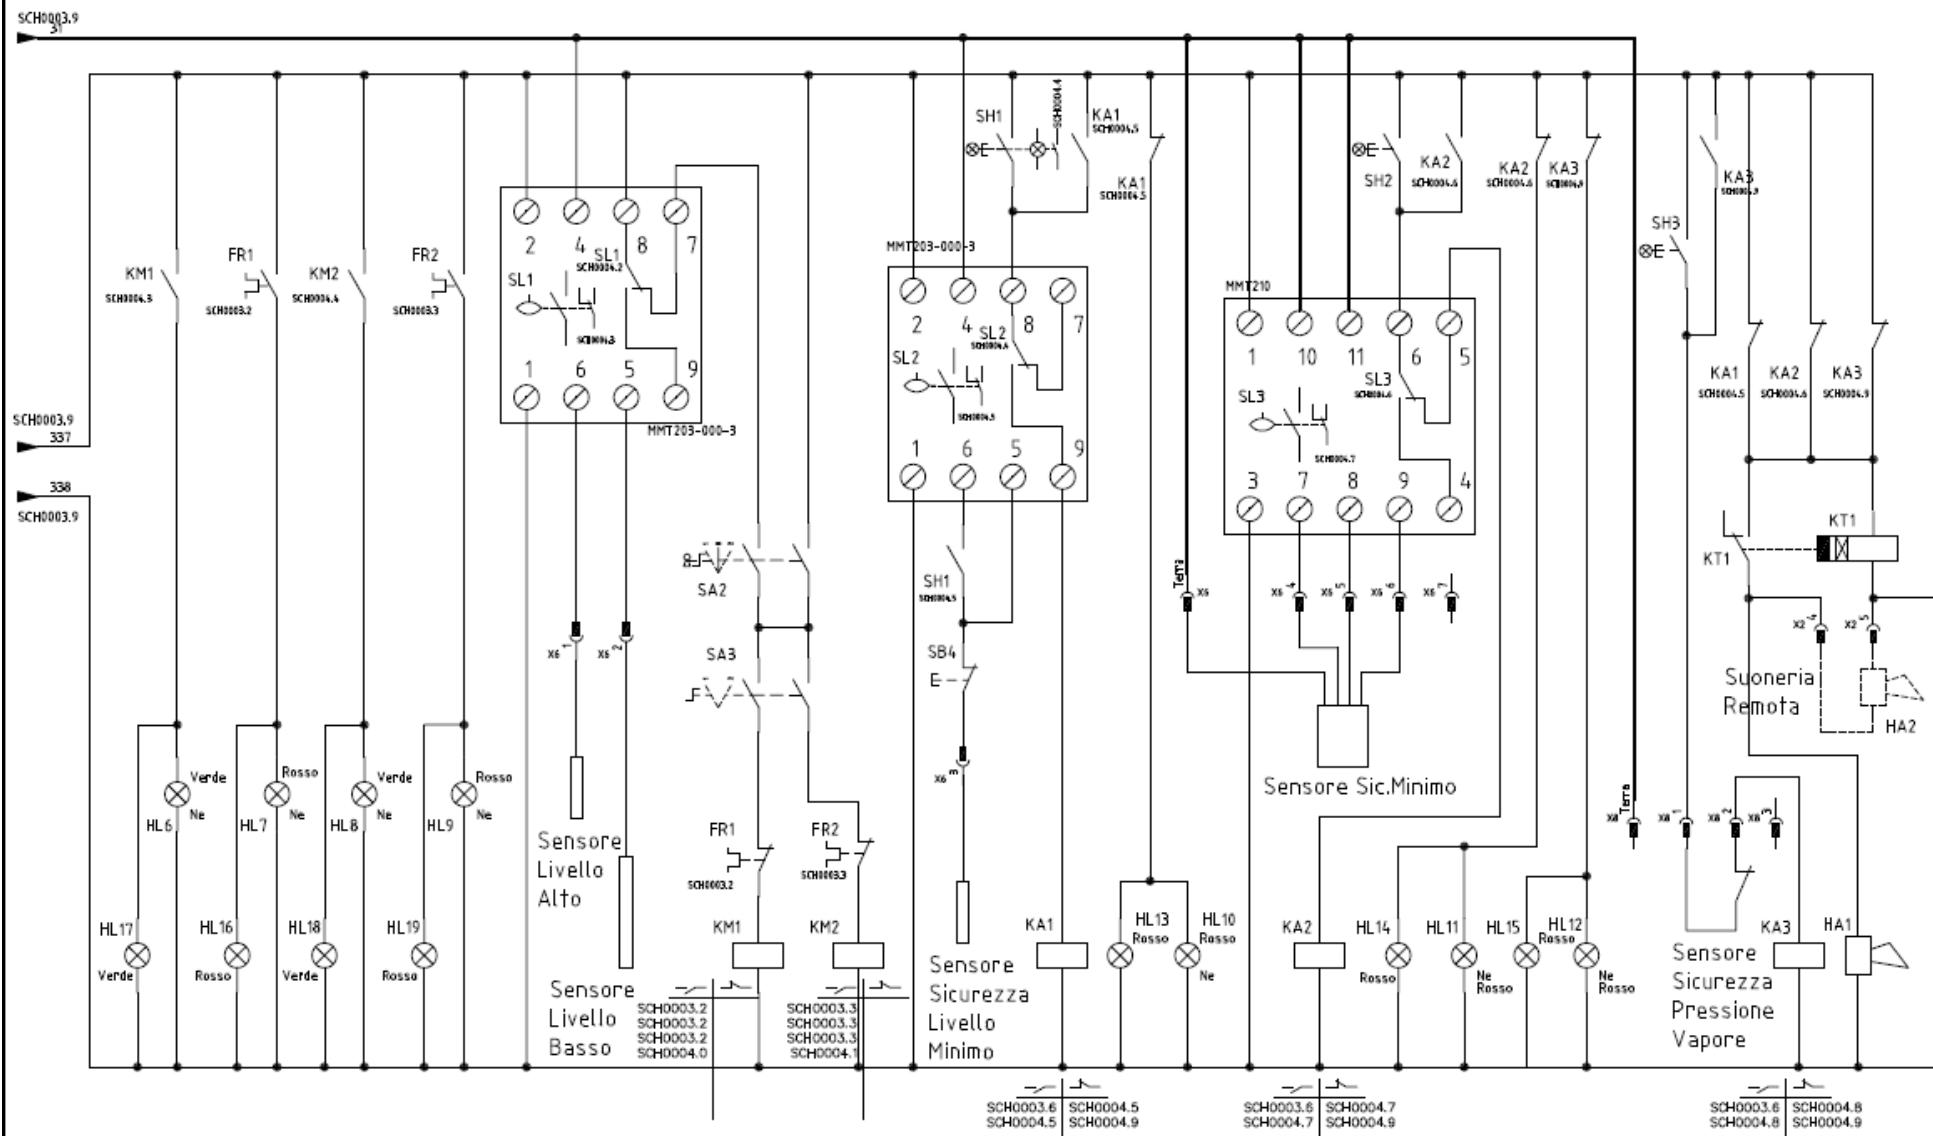

Рисунок 4
- снять крышку реле давления и повернуть регулировочный диск шкалы (3) до значения, определенного на основании графика на рисунке 4 на стр. 11 и соответствующему желаемому дифференциальному; значение шкалы (2) + дифференциал – давление при котором реле останавливает работу горелки.
- дифференциальный диск (3) должен быть установлен в соответствии с графиком на рис. 4